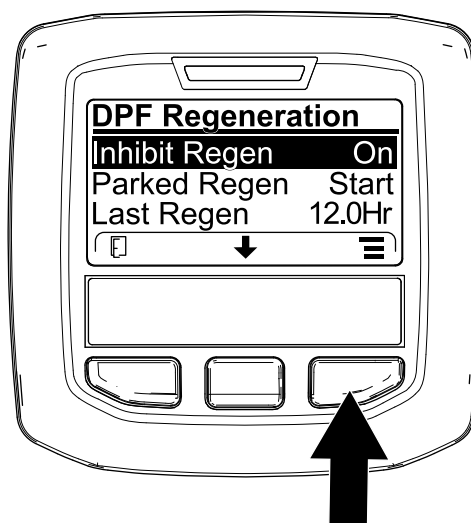
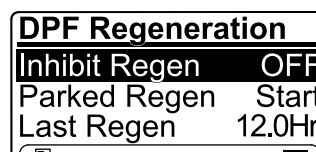

Рисунок 35
Рисунок 36
1. Перейдите в меню DPF Regeneration (Регенерация DPF), нажмите среднюю кнопку, чтобы перейти вниз к опции Inhibit Regen (ЗАПРЕТ РЕГЕНЕРАЦИИ), и нажмите правую кнопку, чтобы выбрать опцию Inhibit Regen (Запрет регенерации) (Рисунок 35).
2. Нажмите правую кнопку, чтобы изменить настройку запрета регенерации с On (Вкл.) на Off (Выкл.) (Рисунок 35) или с Off (Выкл.) на On (Вкл.) (Рисунок 36).